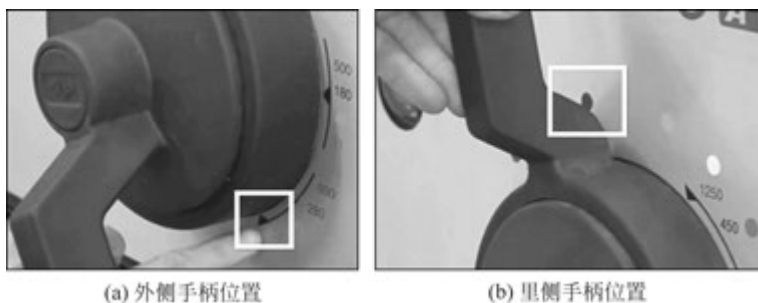

图 1.19 主轴 280r/min 转速变换操作
(3) 主轴 280r/min 转速变换操作如图 1.19 所示。
① 外侧手柄对准下方转速范围三角标记位置,如图 1.19(a)所示。
② 里侧手柄对准黑色挡位,如图 1.19(b)所示。